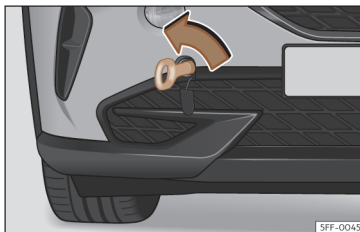

Fig. 210 Parte direita do para-choques dianteiro: argola de reboque enroscada.
- Enrosque a argola de reboque no alojamento girando-a ao máximo **no sentido contrário ao dos ponteiros do relógio** >>> **Fig. 210**, >>> ⌚.